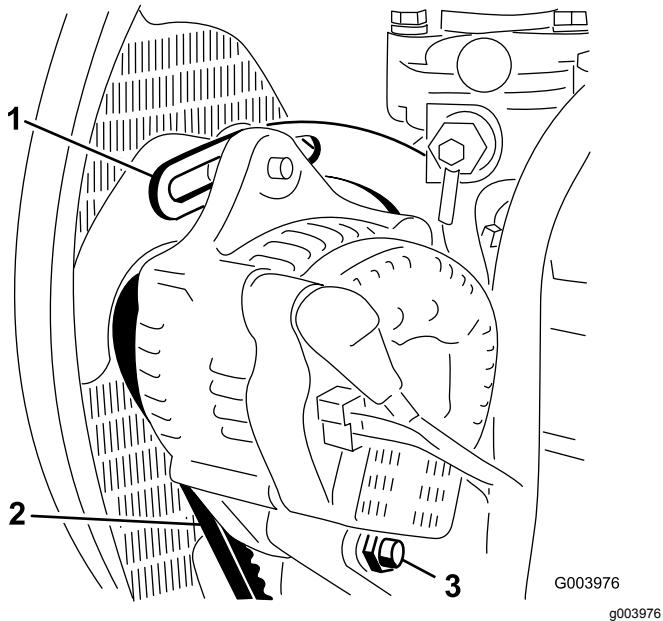

Figure 54
2. Contrôlez la tension de la courroie d'alternateur (Figure 54) en exerçant une force de 10 kg à mi-distance entre les poulies d'alternateur et de vilebrequin.
4. Desserrez le boulon de fixation du renfort au moteur (**Figure 54**), le boulon de fixation de l'alternateur au renfort et le boulon de pivot.